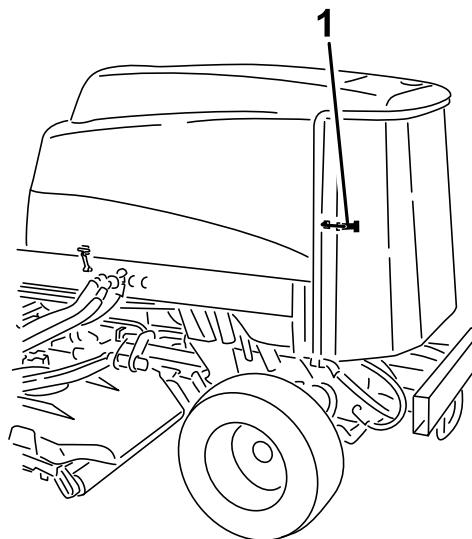

図 85
3. 後部スクリーンのラッチを外してスクリーンを開く**図 85**。